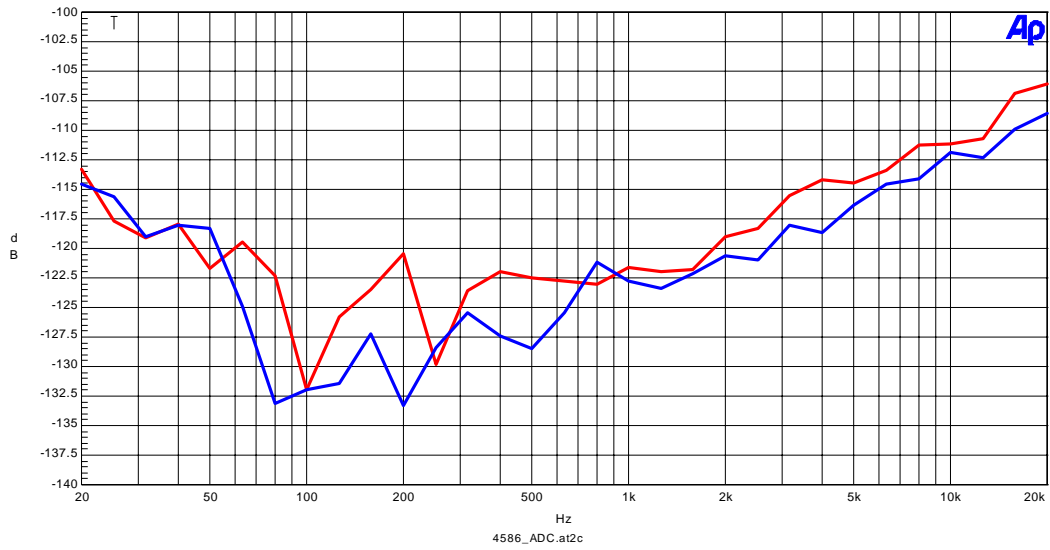

Figure 1-8. Crosstalk (Input Level=-0.5dBFS)
- Figure 1-8. Crosstalk (Input Level=-0.5dBFS)